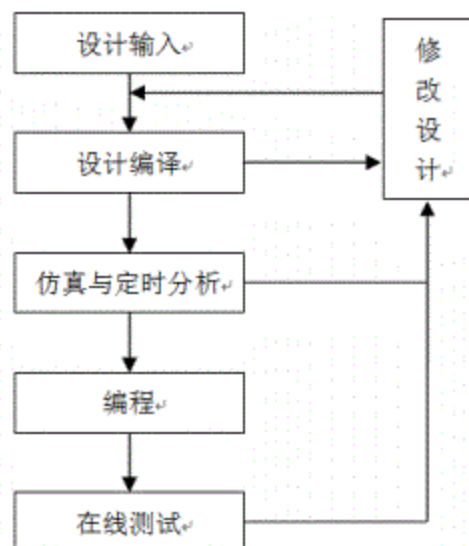

图1.1 MAX + plus II 设计流程
1. 绘制出 max+plus II 软件设计的详细流程图, 如图 1.1 所示。